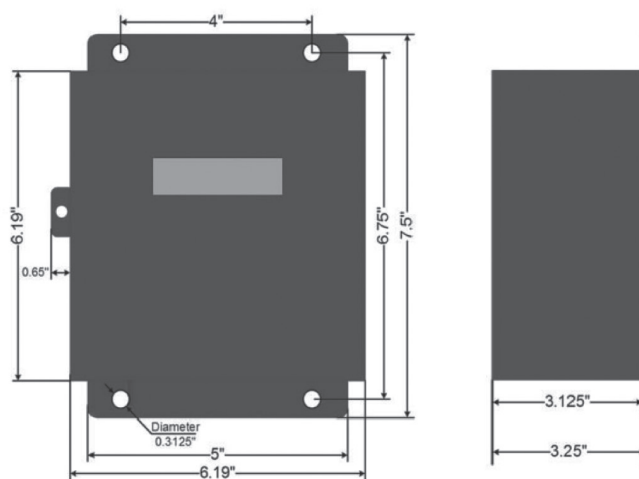

Figure 1 - Dimensions des boîtiers en acier
1. en acier reconnu par le Joint Industrial Council (JIC) pour les installations intérieures (figure 1);